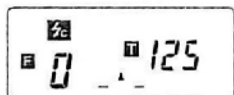

Fig. 11
1. Presser l'un des côtés de la touche UP/DOWN pour régler la vitesse de l'obturateur (Figure 11).